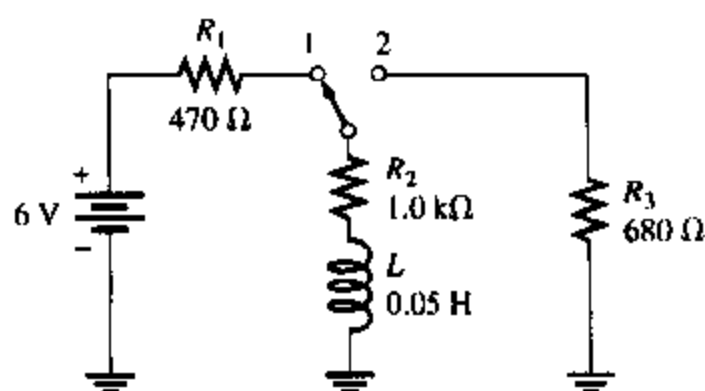

图 14.53
参见图 14.53
* 26. 计算图 14.53 中开关从位置 1 到位置 2 后 $10 \mu\text{s}$ 时的电流。为简单起见, 假设开关从位置 1 断开和连到位置 2 是同时的。